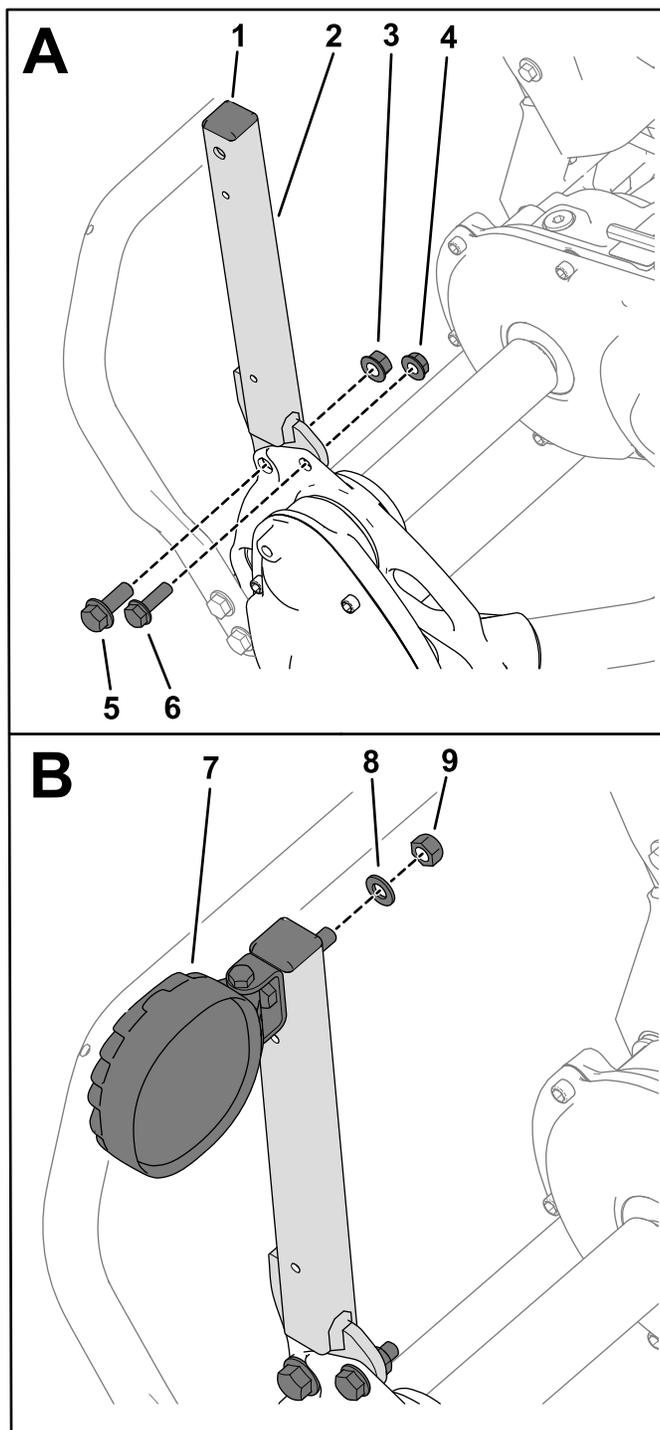

Рисунок 1
1. Для крепления монтажных стоек осветительных приборов к раме машины используйте 2 болта (3/8 дюйма), 2 болта (5/16 дюйма), 2 гайки (3/8 дюйма) и 2 гайки (5/16 дюйма (Рисунок 1)).
2. Установите заглушки монтажных стоек на стойки (Рисунок 1).
3. Для крепления каждого осветительного прибора к монтажным стойкам используйте шайбы и гайки, входящие в комплект каждого светодиодного осветительного прибора (Рисунок 1).